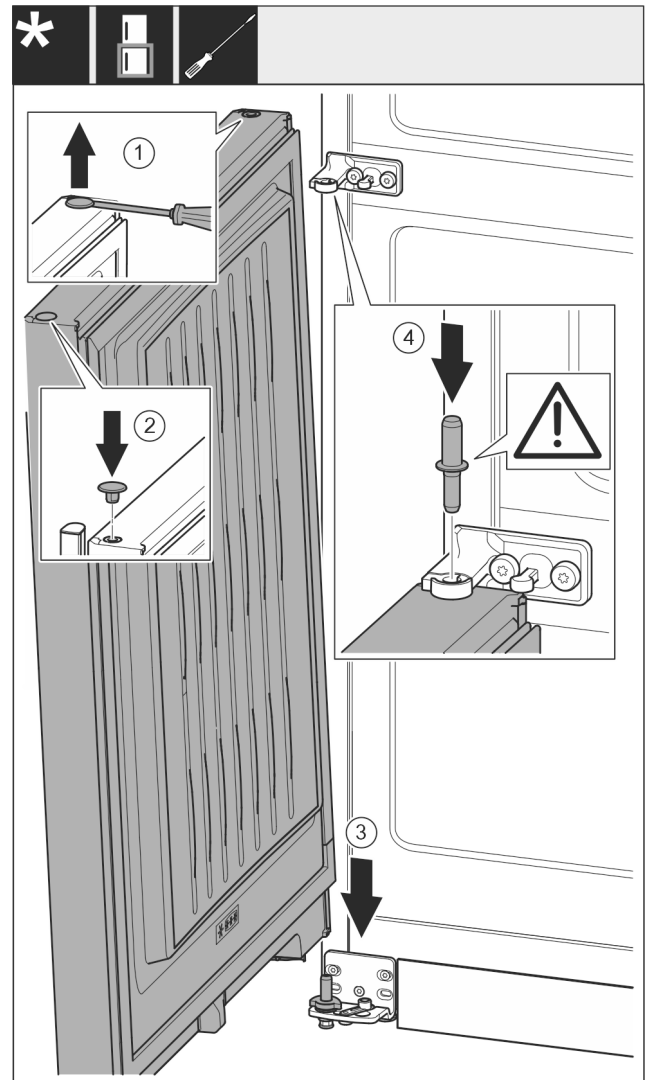

Fig. 19
- ▶ Soulever délicatement le bouchon avec un tournevis plat et le sortir. Fig. 19 (1)
- ▶ Remettre en place le bouchon de l'autre côté de la porte. Fig. 19 (2)
- ▶ Mettre la porte par le haut sur l'axe de palier inférieur. Fig. 19 (3)
- ▶ Mettre en place l'axe de palier du milieu à travers le support de palier du milieu dans la porte inférieure. Veiller à ce que l'ergot d'enclenchement soit orienté en arrière. Fig. 19 (4)